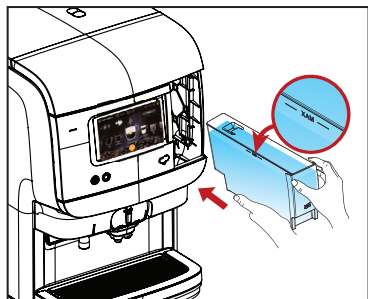

Fig. 4
4. Fyll tanken til maksimalnivået (MAKS) med rent vann, og sett den tilbake i dispenserens. (Se fig. 4)